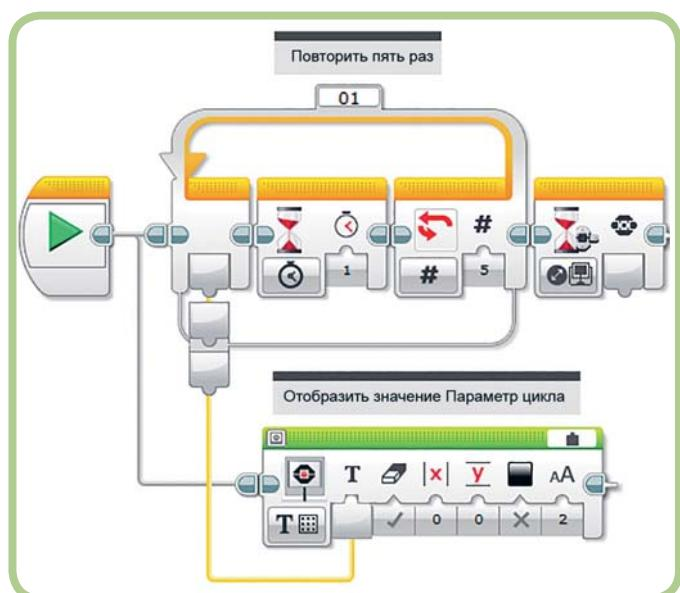

Рис. 18.15. Программа *LoopCountTest*
В шине данных, которая начинается внутри блока **Цикл** (Loop) и подключается к блоку, находящемуся вне блока **Цикл** (Loop), значение появляется только после выполнения блока **Цикл** (Loop). Это правило продемонстрировано на примере программы *LoopCountTest* (рис. 18.15). Блок **Цикл** (Loop) повторяется пять раз, приостанавливаясь в общей сложности на пять секунд. На блоке **Экран** (Display) в нижней последовательности отображается значение, попавшее в шину данных из вывода **Параметр цикла** (Loop Index) блока **Цикл** (Loop). Поскольку блок **Экран** (Display) находится вне блока **Цикл** (Loop), только последнее значение (4) передается ему с помощью шины данных и только после выполнения блока **Цикл** (Loop). После запуска эта программа приостанавливается на пять секунд, после чего отображается значение «4». Это правило также распространяется на блок **Переключатель** (Switch); в шинах данных, которые выходят из блока **Переключатель** (Switch), значение появляется только после завершения блока **Переключатель** (Switch).